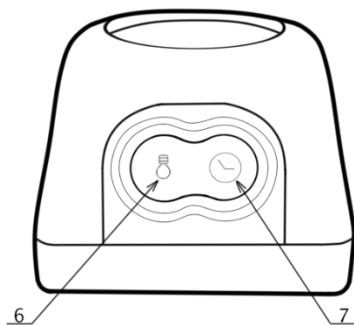

Рис. 1
4.2.2 Вывод информации на цифровой дисплей осуществляется последовательными кратковременными нажатиями кнопки с обозначением часов  (поз. 7 рис. 1) .
– двукратным нажатием кнопки с обозначением часов  (поз. 7 рис. 1) добиться индикации времени на дисплее;
– войти в режим коррекции часов нажатием и удержанием в течение 2...3 секунд кнопки с изображением часов  (поз. 7 рис. 1); Вход в режим коррекции должен осуществляться при выключенном цифровом дисплее;
- проверить степень заряда трёхкратным нажатием на кнопку с изображением часов  (поз. 7 рис. 1). При этом на цифровой дисплей будет выведена символьная информация, характеризующая степень заряда батареи:
- при необходимости заряда батареи, необходимо подключить вилку зарядного устройства к клеммам светильника, расположенным под прорезиненной заглушкой (поз. 5 рис. 1);
4.3.3 Проверить уровень заряда батареи аккумуляторов трёхкратным нажатием на кнопку с обозначением часов  (поз. 7 рис. 1). При полностью заряженных аккумуляторах на дисплей должна выводиться индикация в виде «□□□□».
7.2 Пломбировка оттиском закрепительного клейма предприятия-изготовителя осуществляется в одном из четырёх углублений крепления задней крышки корпуса. (поз. 3 рис. 1). Остальные места крепления крышки заливаются водонепроницаемым и водостойчивым компаундом.